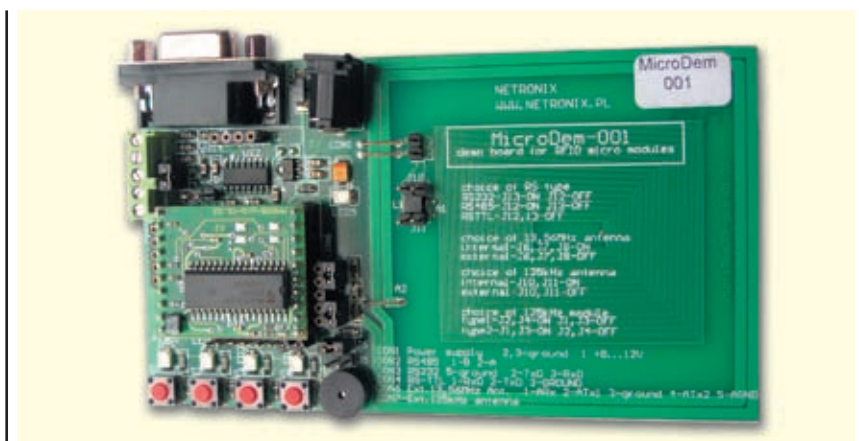

Рисунок 1
- Reader-устройство, позволяющее работать с метками стандарта Mifare. Вариантов исполнения много, я применяю reader MM-005 от NETRONIX — законченный блок, позволяющий работать с метками посредством простых и понятных команд совместно с отладочной платой MicroDem-001 (рис. 1).